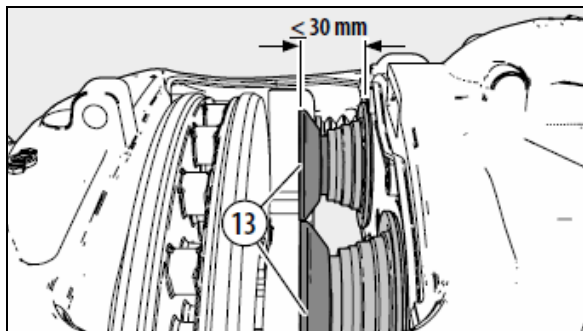

Figure 45: Dévisser les poussoirs - maxi. 30 mm
- Retirer les plaquettes (12) (voir le manuel **Knorr-Bremse Y006471**).
- Dégager les poussoirs (13) à l'aide de l'adaptateur (61) en tournant dans le sens horaire jusqu'à ce que les soufflets soient parfaitement visibles (voir Figure 45).